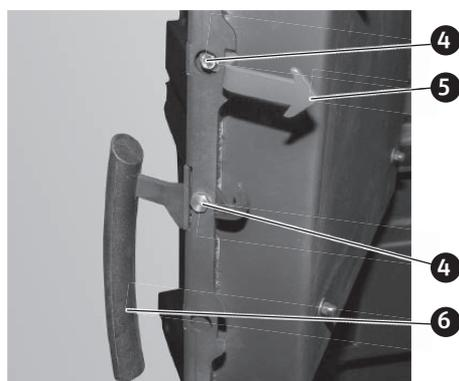

Fig. 18 Monter la poigne et crochet de fermeture avec la vis à téton
- ▶ Monter la poignée de la porte avec la vis à téton et le goujon pour le crochet de verrouillage dans la bonne position d'utilisation – Fig. 18.